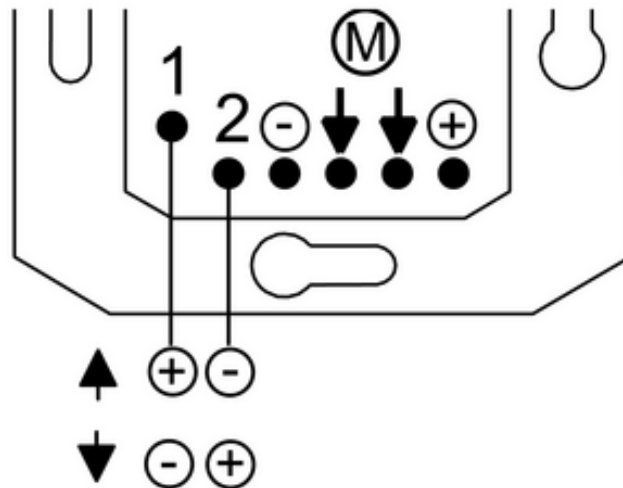

Bild 4: Anschlussbelegung Nebenstelleneingänge für entsprechende Fahrtrichtung
- Gegebenenfalls Nebenstelle anschließen (Bild 4).
Die Drehrichtung des Jalousiemotors wird durch die Polarität beider Nebenstelleneingänge bestimmt. Das Anschlussbild (Bild 4) zeigt die Fahrtrichtung des Behanges bei den dargestellten Anschlussbelegungen.